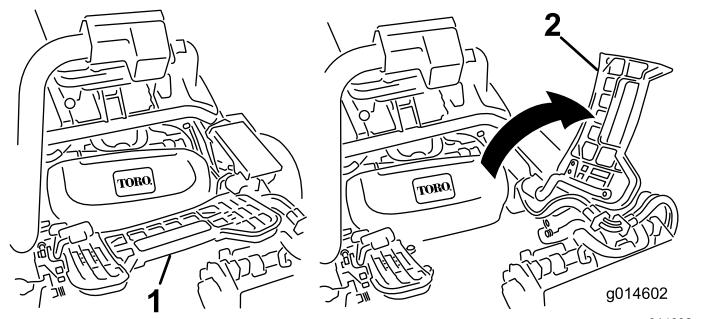

Figure 41
1. Relevez le repose-pieds pour accéder à la position du plateau de coupe central (Figure 41).